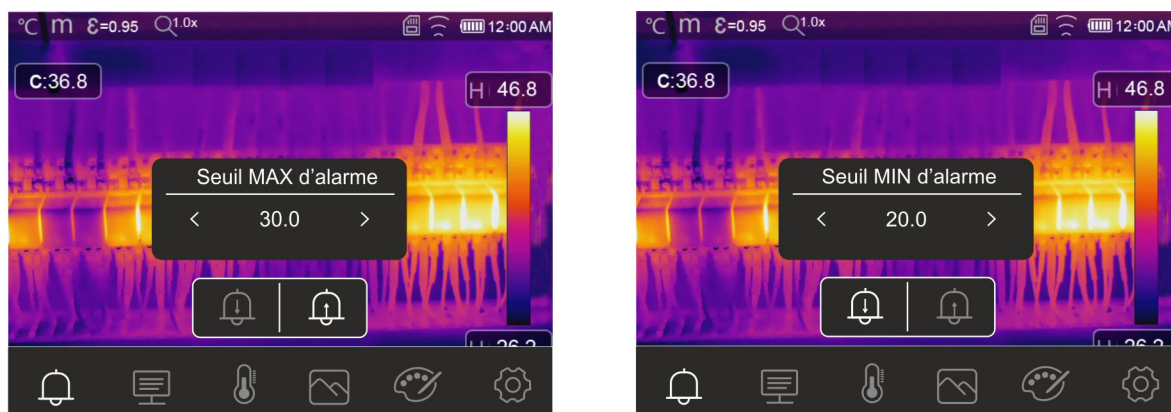

Fig. 44: Réglage de seuils limites pour les alarmes
3. Touchez l'icône «  » pour définir la valeur du seuil **supérieur** associé à l'alarme. La page-écran de la Fig. 44 – partie gauche s'affiche à l'écran
5. Touchez l'icône «  » pour définir la valeur du seuil **inférieur** associé à l'alarme. La page-écran de la Fig. 44 – partie droite s'affiche à l'écran